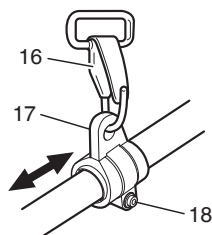

Fig. 7
Installez le crochet du harnais (16) au boulon (17) sur l'arbre d'entraînement. (Fig. 7)
Il peut être nécessaire d'ajuster la position du capuchon de suspension (17) pour équilibrer l'appareil. Pour ce faire, desserrez le boulon (18) et ajustez la position du capuchon de suspension (17). Après avoir réglé comme nécessaire, assurez-vous de bien resserrer le boulon (18). (Fig. 7)